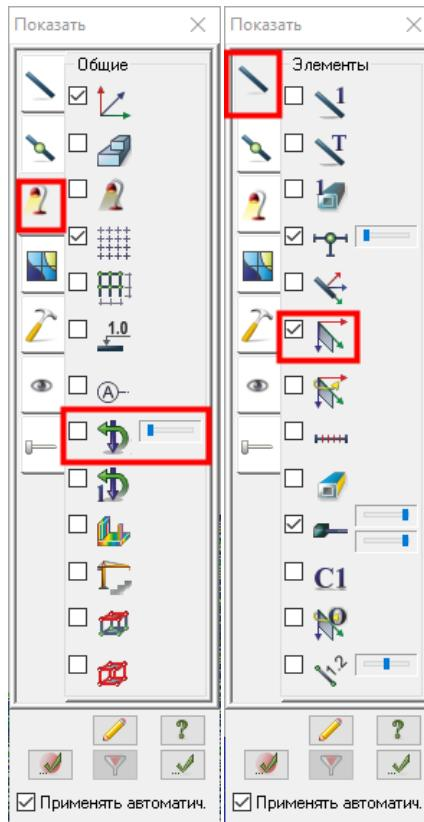

Рис.7.3. Диалоговое окно
- В диалоговом окне **Показать** в третьей закладке снимите флагок **Нагрузки**. Затем в первой закладке установите флагок **Местные оси пластин и объемных КЭ** (рис.7.3).
- В диалоговом окне **Показать** в первой закладке Снимите флажок **Местные оси пластин и объемных КЭ** (рис.7.3).